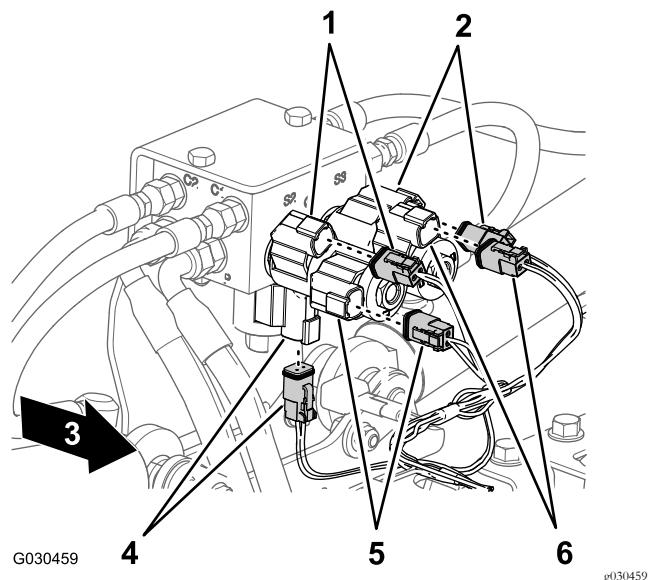

图24
4. 对于不带超声波喷洒臂套件的机器——在机器背面断开以下用于提升油缸歧管的 2 插槽接头 图24 如下所示